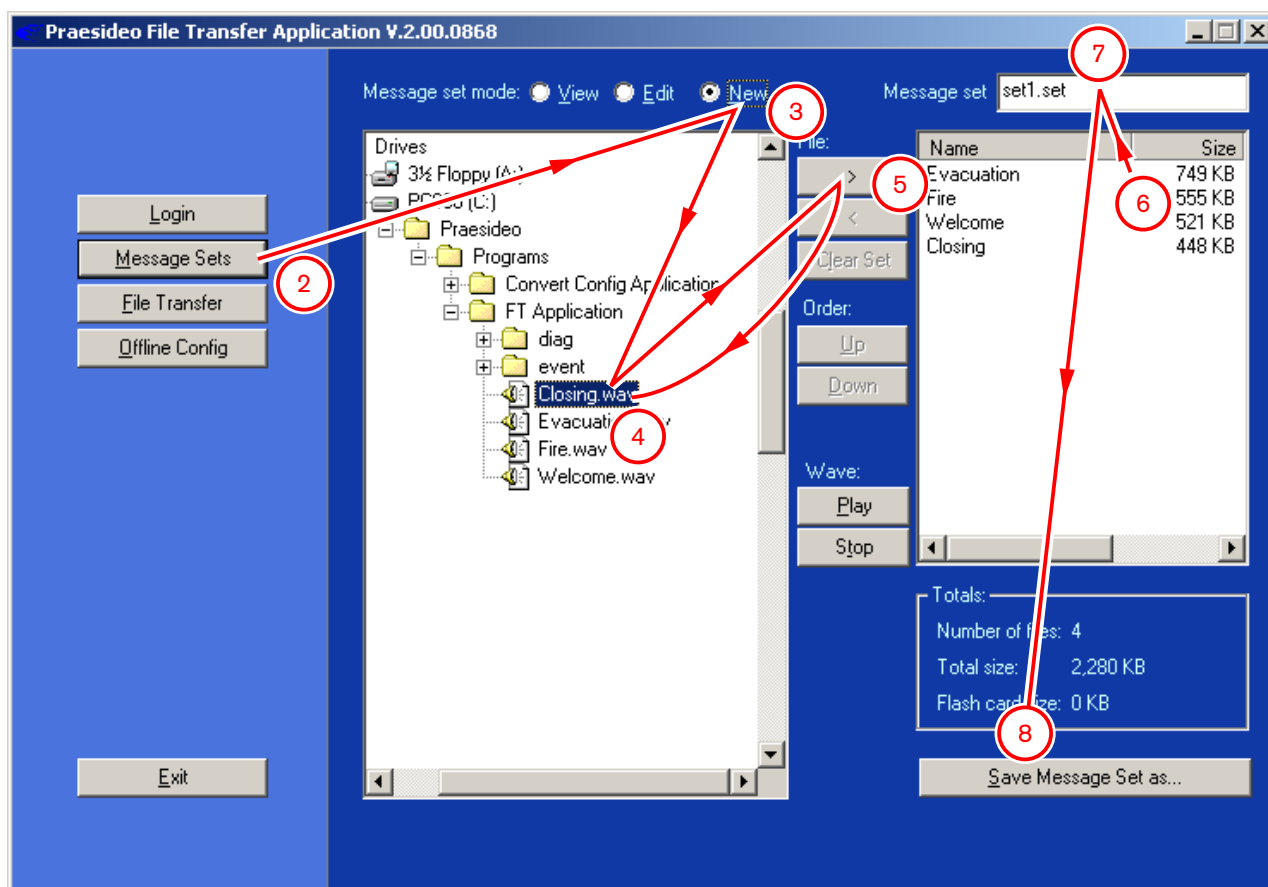

figura 33.9: Creazione di una serie di messaggi
- 2 Nell'applicazione *File Transfer*, fare clic sul pulsante *Message Sets*. Appare una schermata simile a quella in figura 33.9.